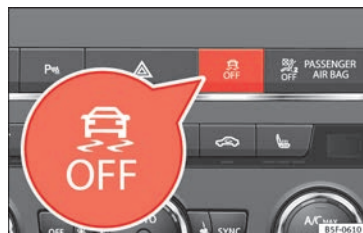

Fig. 146 Console centrale : Touche d'Activation/de désactivation de l'ESC et de l'ASR
- Appuyer sur la touche  » fig. 146 pendant environ 1 seconde permet de désactiver la fonction ASR.
- Appuyer sur la touche  » fig. 146 pendant environ plus de 3 secondes permet de désactiver le programme électronique de stabilité (ESC), y compris la fonction ASR.
- La fonction ASR et l'ESC sont réactivées en appuyant sur la touche  » fig. 146.